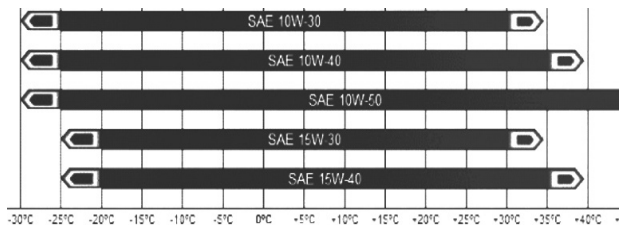

Рис.3
При выборе масла пользуйтесь таблицей, показанной на Рис.3
4. Залейте необходимое количество чистого моторного масла, учитывая температуру окружающего воздуха. Для выбора масла руководствуйтесь таблицей на Рис.3.